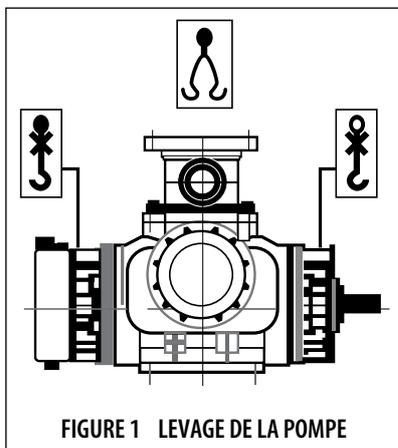

FIGURE 1 LEVAGE DE LA POMPE
2. Pour soulever la pompe, fixer les crochets d'élingage sur les brides de refoulement, comme illustré à la figure 1.